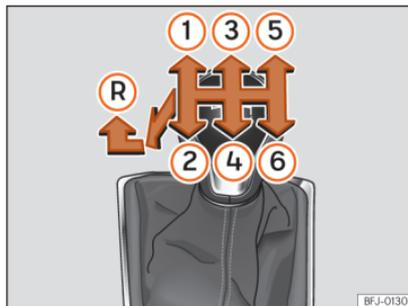

Fig. 168 Esquema de uma caixa de velocidades manual de 6 velocidades.
Na alavanca das mudanças indicam-se as posições das velocidades **»» Fig. 168**.
- Com a alavanca das mudanças em ponto morto, pressione-a para baixo, mova-a para a esquerda até ao fim e depois para a frente para selecionar a marcha-atrás **»» Fig. 168** .